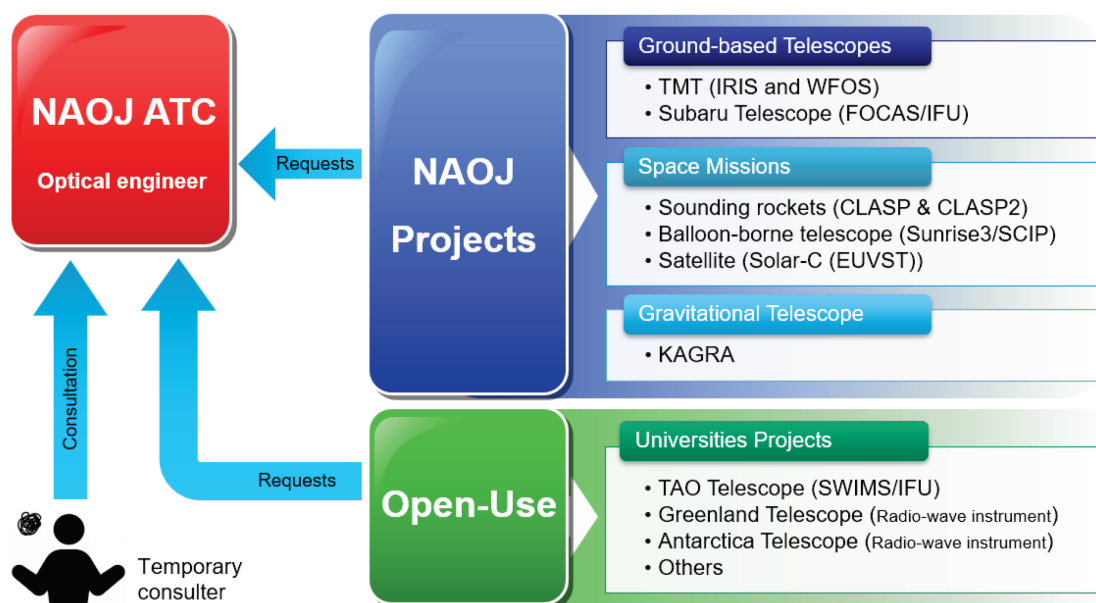

図 1 ATC の光学設計開発の開発実績
国立天文台先端技術センター（Advanced Technology Center、以下 ATC）の光学設計開発は、主に(1) 国立天文台の各プロジェクトの依頼、(2) 大学・研究機関からの共同開発研究申請 に応じる形で、光学設計・解析・測定・調達などの天文光学装置開発を実施してきた。その結果として、対象は地上観測装置から宇宙用観測装置まで、波長は紫外光から電波までの幅広い天文観測装置での開発実績を持つに至った。図 1 に ATC の光学設計開発が現在までに関与したプロジェクトと依頼の流れを示す。